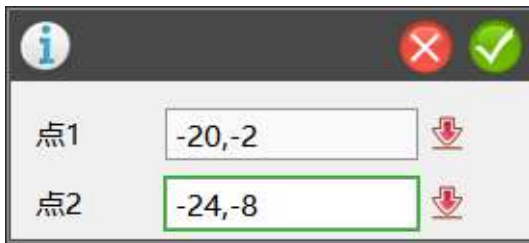

图 11-7
3.点击草图绘制的矩形命令。坐标如图 11-7、11-8 所示。